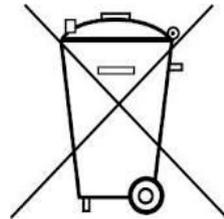

Fig. 2 Reemplazo de fusibles
- Se saca el portafusible en la parte trasera de la fuente, utilizando un destornillador plano (ver Fig. 2)